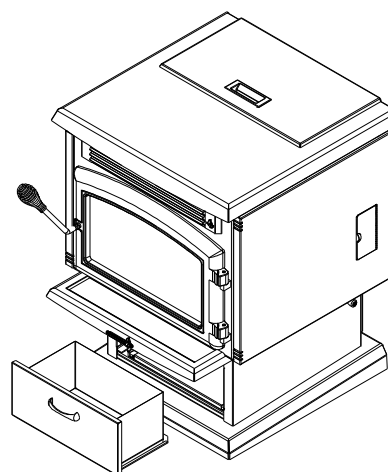

FIGURE 20
- De façon périodique, enlevez le tiroir à cendres (voir figure 20) en ouvrant le panneau avant du piédestal. Disposez des cendres. (voir section "ENLÈVEMENT DES CENDRES" plus haut). Remplacez le tiroir à cendres et assurez-vous qu'il soit bien scellé. Inspectez le joint d'étanchéité et vérifiez qu'il soit toujours en bonne condition.